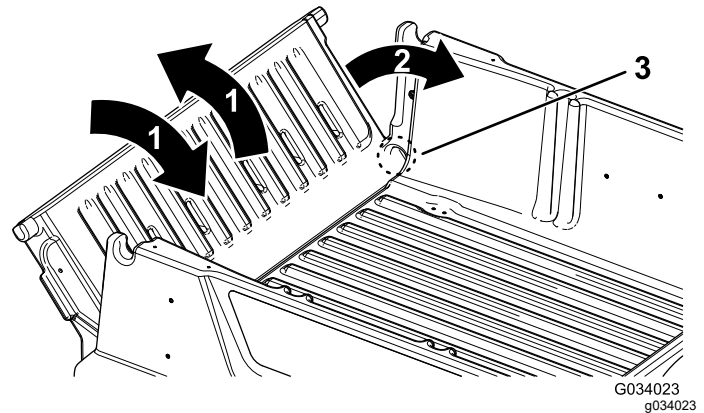

Figura 24
2. Gire el portón trasero a un ángulo de 45° aproximadamente (**Figura 24**).
3. Mueva el portón trasero varias veces hacia adelante y hacia atrás, con breves sacudidas (**Figura 24**).